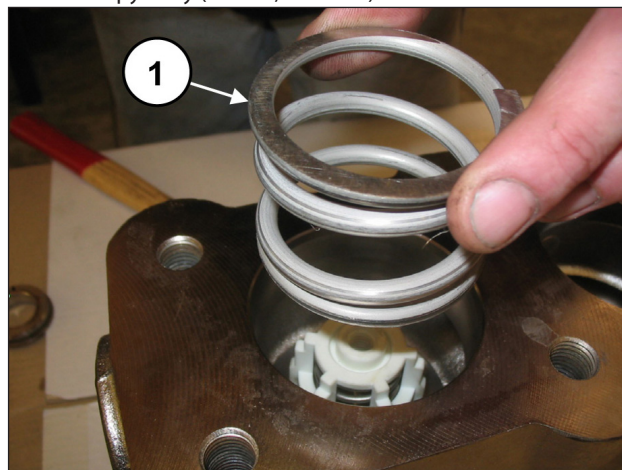

Рис. 102
Снимите пружину (поз. ①, Рис. 102).